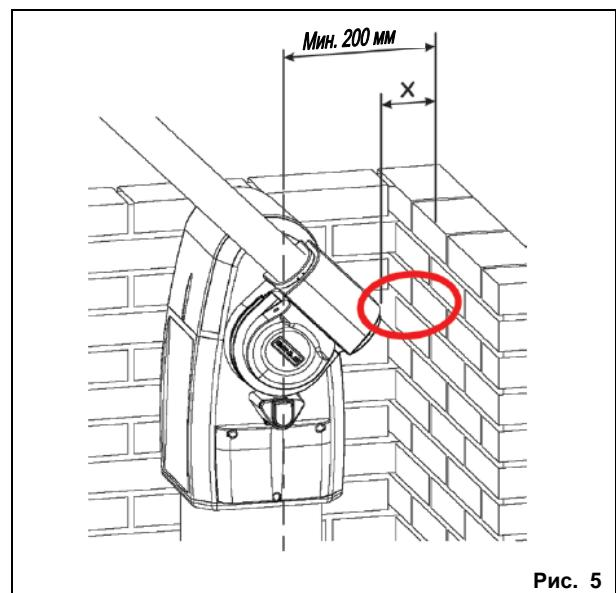

Рис. 5
- Позади стрелы необходимо обеспечить свободное пространство, как показано на рис. 5.
Если размер "X" (см. рис. 5) составляет менее 500 мм, то в указанной зоне должно быть установлено защитное ограждение в соответствии со стандартом EN 12978.